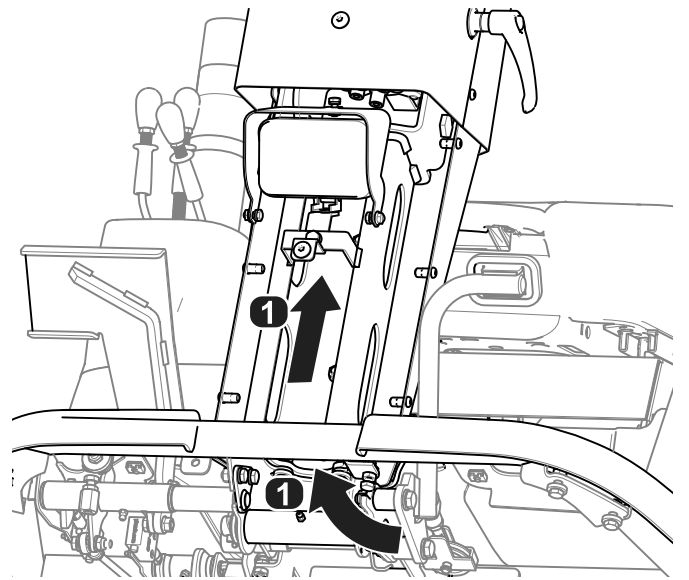

Figure 18
7. Acheminez le faisceau de câblage sous la plate-forme avec le faisceau de la machine et dans la colonne de direction (Figure 18).